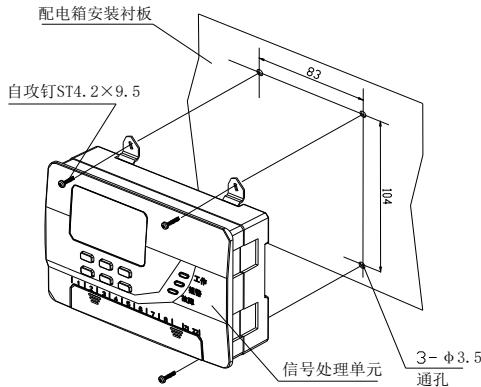

图 2 信号处理单元螺钉固定安装图
- 第一步：按图 2 间距在配电箱安装衬板上打 3 个 $\Phi 3.5$ 通孔；